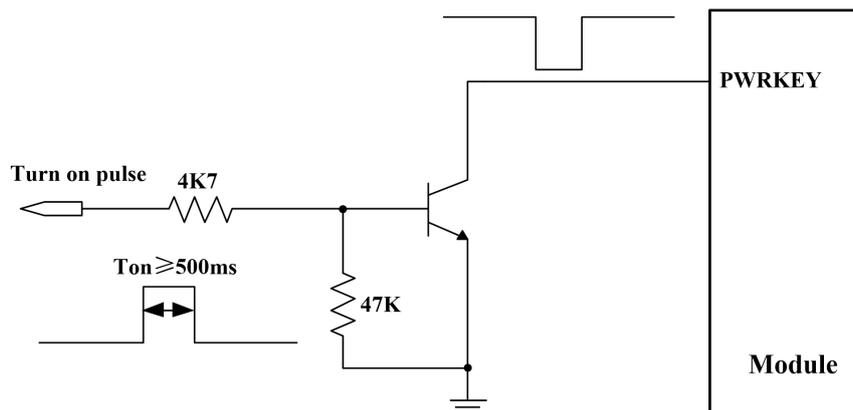
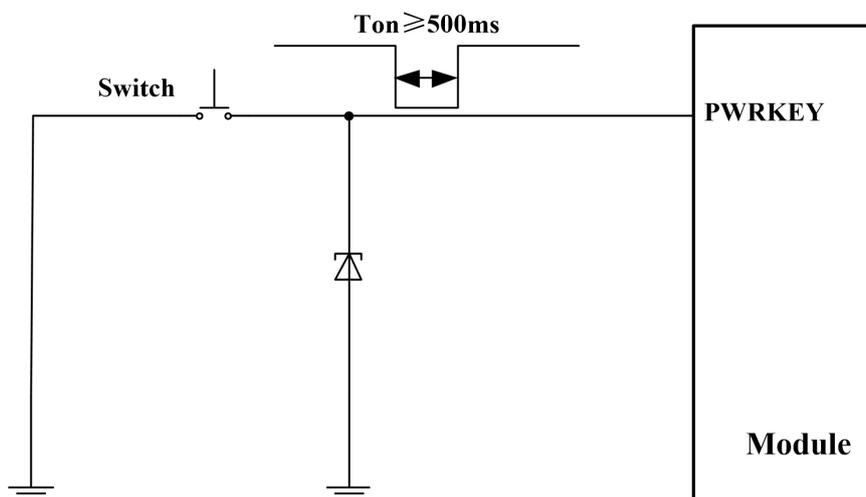

图 3-7 开集驱动开机参考电路
图 3-8 按键开机参考电路
- ◇ 通过 PWRKEY 执行关机操作类似于开机操作程序，包括开集驱动电路和按键开机电路（具体参见图 3-7，图 3-8）。